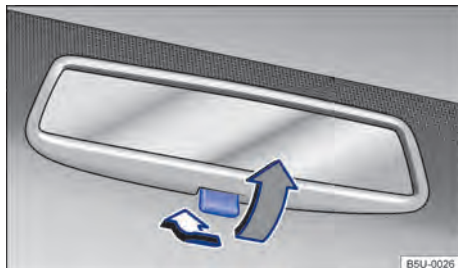

Fig. 85 No para-brisa: espelho retrovisor interno com antiofuscante manual.
- Posição noite: puxar a alavanca → Fig. 85 (seta cinza), para evitar o ofuscamento dos faróis dos veículos que trafegam atrás.